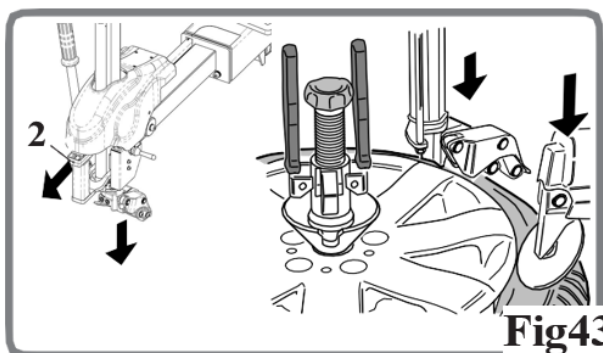

Fig43
- Frigør værktøjet ved at trække blokeringen (2, Fig43) mod dig.